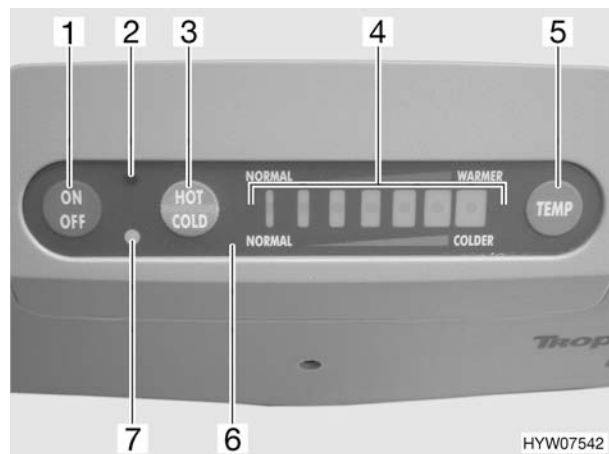

Bild 153 Bedienpanel Kühlbox
Die Spannungsversorgung erfolgt über zwei verschiedene Anschlusskabel. Wenn beide Anschlusskabel gleichzeitig angeschlossen sind, wird die Kühlbox über die 230-V-Versorgung mit Spannung versorgt. Die Betriebsart und der eingestellte Temperaturbereich werden am Bedienpanel (Bild 153) angezeigt.
- Am Bedienpanel (Bild 153,6) die Taste "ON/OFF" (Bild 153,1) drücken.
Die Kühlbox arbeitet in der zuletzt gewählten Betriebsart und mit dem zuletzt eingestellten Temperaturbereich (Memoryfunktion). Im Kühlbetrieb leuchtet die blaue Betriebsanzeige (Bild 153,7). Im Heizbetrieb leuchtet die rote Betriebsanzeige (Bild 153,2). Sieben LEDs (Bild 153,4) zeigen den Temperaturbereich an.
- Am Bedienpanel die Taste "HOT/COLD" (Bild 153,3) drücken.
- Am Bedienpanel die Taste "TEMP" (Bild 153,5) so lange drücken, bis der gewünschte Temperaturbereich erreicht ist.
- Am Bedienpanel die Taste "ON/OFF" (Bild 153,1) drücken.